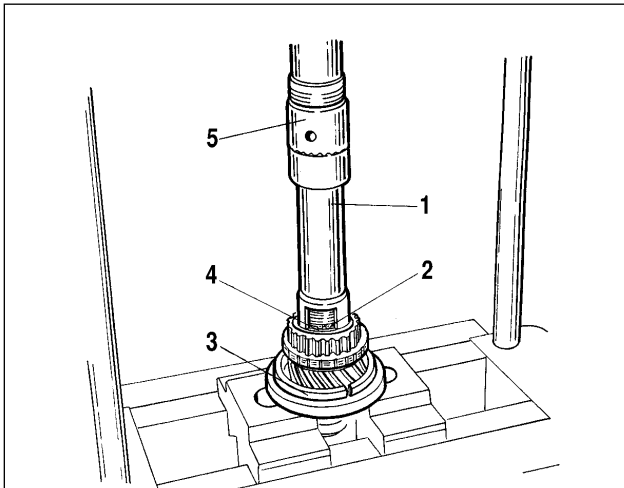

Fig. 3-32. Mise de la bague d'arrêt sur l'arbre secondaire:
- installer l'arbre secondaire avec l'outil 41.7816.4069 sur la presse (fig. 3-32), mettre sous pignon de 3e les demi-bagues d'appui 3, en pressant par l'outil sur la rondelle à ressort, déposer la bague d'arrêt 2, ensuite la rondelle à ressort 4, le moyeu du baladeur de 3e et 4e, puis le pignon de 3e.